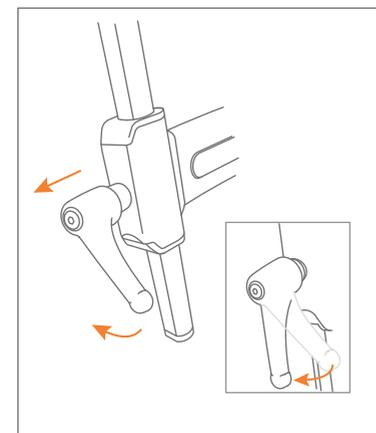

Figura 17: Posicionar correctamente la maneta de ajuste.
- g. Coloca las manetas de ajuste en posición vertical para que apunten hacia abajo. Esto se hace tirando suavemente de la manija de ajuste y girándola a la posición correcta (Figura 17)